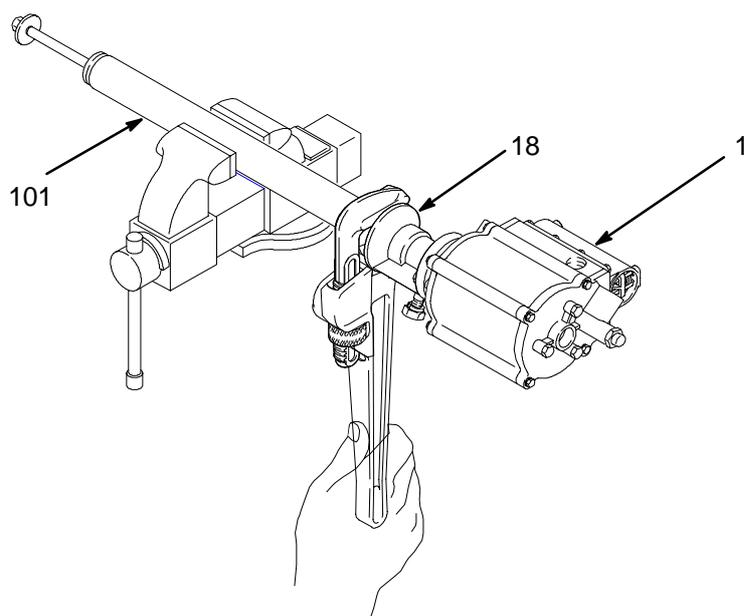

Fig. 6
3. Placer la pompe dans un étau à mâchoires en matériau doux, celles-ci enserrant le cylindre (101). Dévisser le cylindre d'aspiration (110) vissé sur le cylindre de la pompe (101). Voir Fig. 6.
3. À l'aide d'une clé à pipe placée sur la partie inférieure du corps de sortie (18), serrer le moteur (1) sur le cylindre (101). Voir Fig. 6.